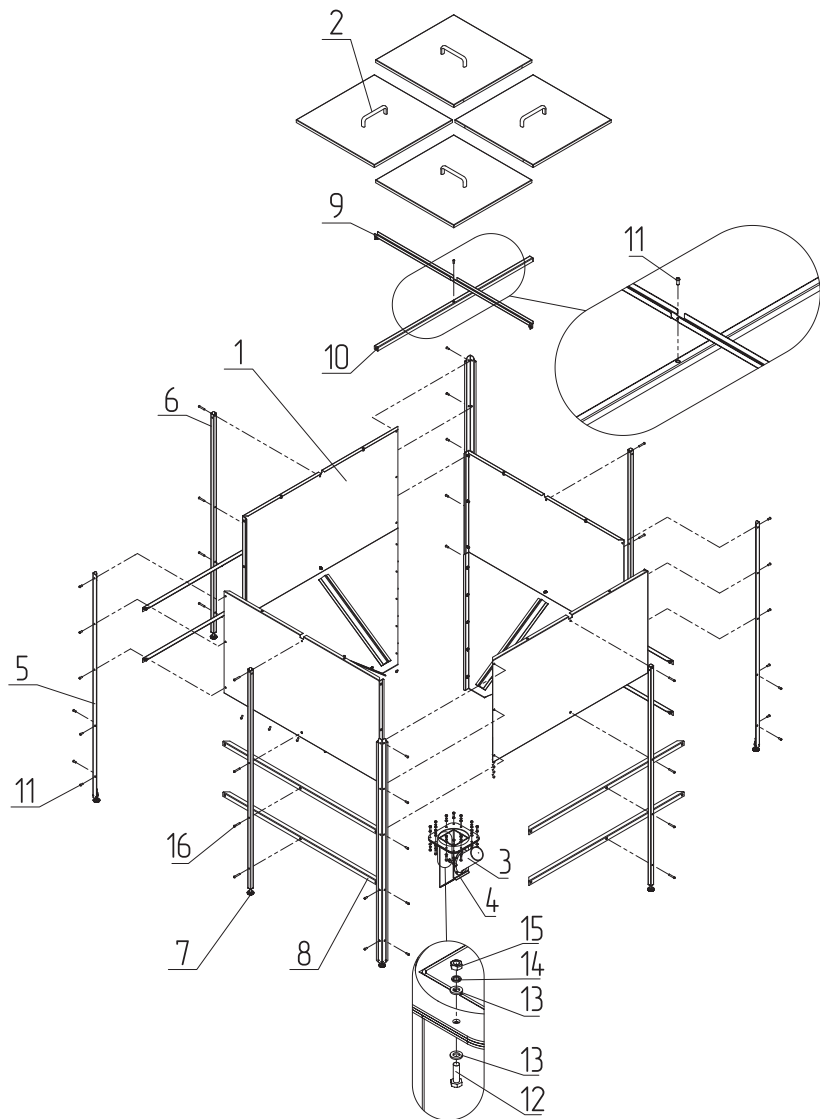

Рис. 10 Порядок сборки топливного бункера 800 л.
- Скрепите четыре стенки бункера (**Рис. 10, поз. 1**) и ножки бункера (**Рис. 10, поз. 5, поз. 6**) друг с другом с помощью винтов (**Рис. 10, поз. 11**);
- Прикрутите приемную горловину (**Рис. 10, поз. 3**) к бункеру в следующей последовательности:
1. Болт (**Рис. 10, поз. 12**);
2. Шайба (**Рис. 10, поз. 13**);
4. Шайба (**Рис. 10, поз. 13**);
5. Пружинная шайба (**Рис. 10, поз. 14**);
6. Гайка (**Рис. 10, поз. 15**);
- Скрепите ножки бункера поперечными перекладинами (**Рис. 10, поз. 8**) и винтами (**Рис. 10, поз. 16**).
- Вкрутите регулировочные болты ножек (**Рис. 10, поз. 7**) и переверните топливный бункер, установив его на ножки;
- Установите связующие планки (**Рис. 10, поз. 10, поз. 9**), скрепив винтом (**Рис. 10, поз. 11**);
Внимание! Обратите внимание на расположение связующей планки на рисунке (**Рис. 10, поз. 9**).
- Отрегулируйте длину каждой ножки с помощью регулировочных болтов (**Рис. 10, поз. 7**), чтобы бункер устойчиво стоял на поверхности в месте его установки;
- Установите заслонку очистки бункера (**Рис. 10, поз. 4**) и крышку бункера (**Рис. 10, поз. 2**) на место.